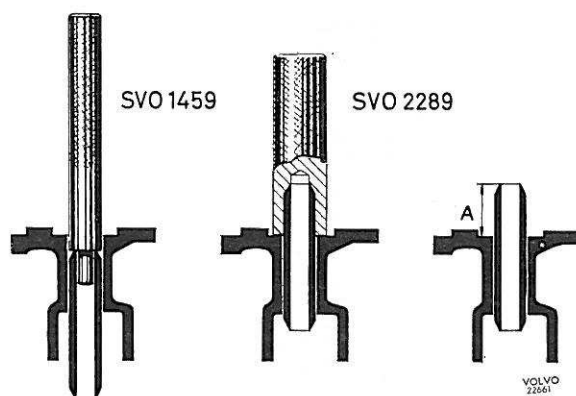

Figure 24. Remplacement des guides de soupapes
2. Enfoncer les nouveaux guides en place en servant de la chasse 2289 qui donne la profondeur correcte d'enfoncement, voir figure 24.